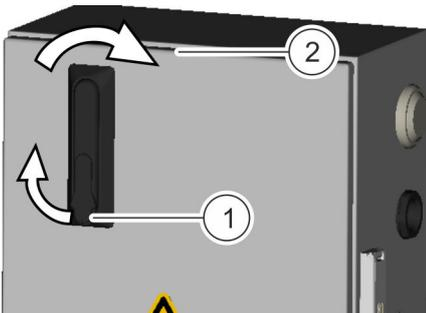

Abb. 31: Gehäusetür öffnen
2. ▶ Gehäusetür öffnen. Dazu den Schwenkhebel erst ausklappen (Abb. 31/1) und anschließend im Uhrzeigersinn drehen (Abb. 31/2).